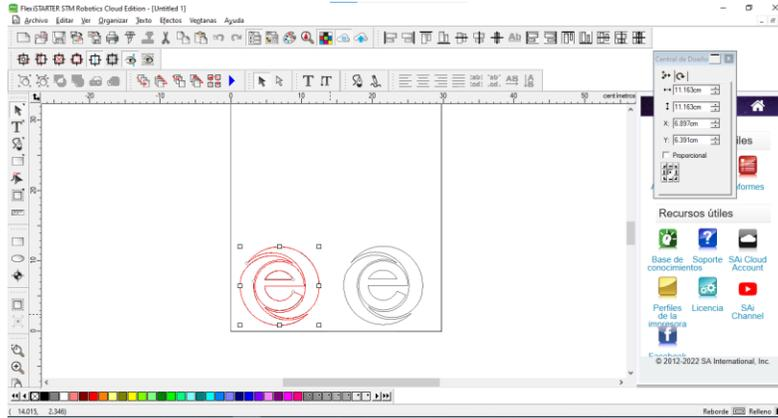

Figura 3.1
1. Seleccionar la figura que se desea cortar (Figura 3.1).